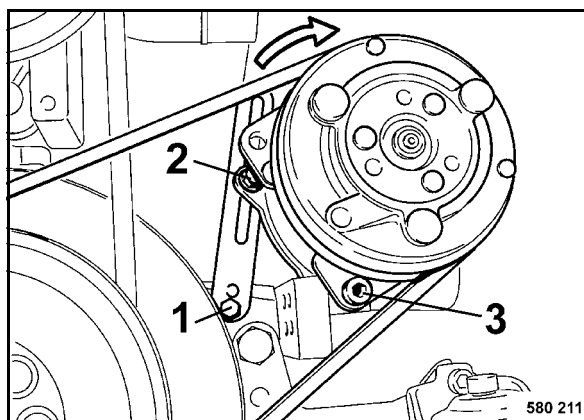

Fig. 161
- Soltar ligeramente los tornillos de fijación 1, 2 y 3 (Fig. 161).